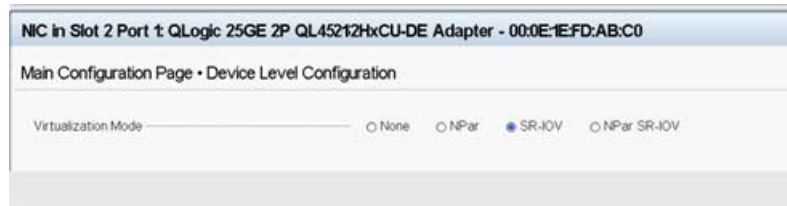

Figure 8-9. Configuration système pour SR-IOV : Périphériques intégrés
8. Sur la page Configuration au niveau du périphérique (Figure 8-9) :